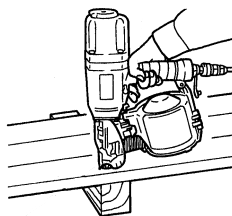

Fig. 7
- Prendete le precauzioni per salvaguardare la sicurezza delle persone nelle vicinanze delle operazioni. Si può appoggiare l'utensile su una superficie piana, come mostrato nella Fig. 7.